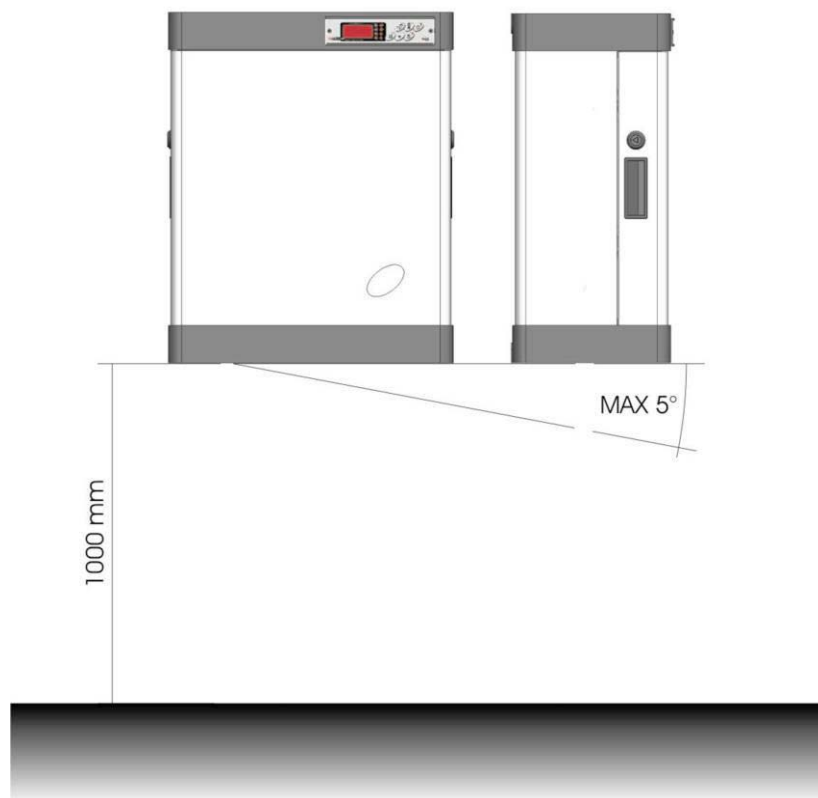
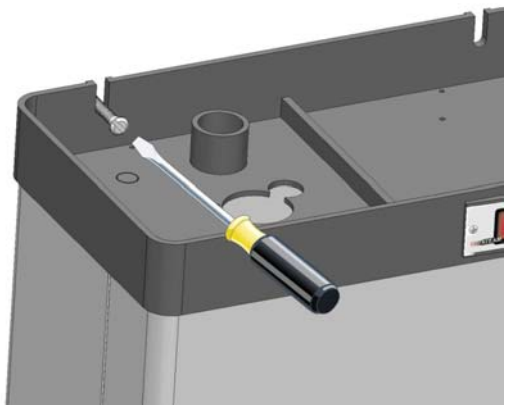

Fig. 1
Fig. 2
2. Fixez l'humidificateur au mur, si possible à 1 mètre du sol et à niveau (fig. 1); pour cela, introduisez les vis de fixation dans les 4 fentes situées au dos de l'appareil (fig. 2 et 3).